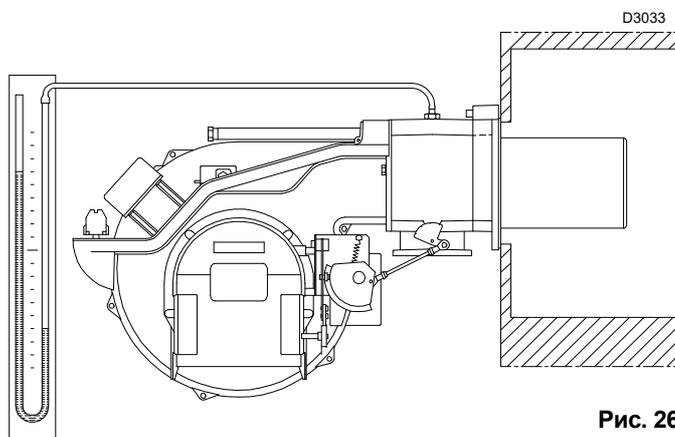

Рис. 26
- Подсоедините U-образный манометр (Рис. 26) к штуцеру для замера давления газа.
Поступление газа на муфту определяется по U-образному манометру (Рис. 26).
Примерное значение можно получить по таблице на стр. 5, достаточно снять показания давления газа на U-образном манометре (см. Рис. 26 на стр. 22) и следовать указаниям, данным на стр. 18.